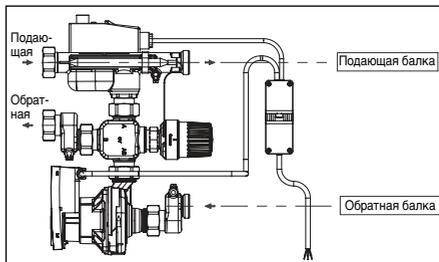

Рис. 6.2 Направление потоков
- Подающая линия блока всегда сверху. Обратная линия блока всегда снизу. Это необходимо учитывать при подключении к балкам распределительной гребенки (см. рис. 6.2)!